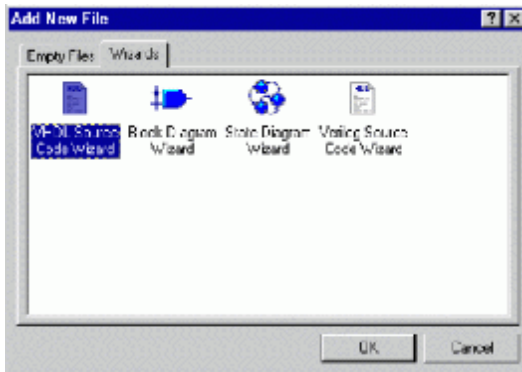

Рисунок 2.4 – Запуск майстра VHDL Source Code Wizard
2.2.1 Перейдемо до розробки файлів VHDL-проекту. Двічі клацніть на піктограмі **Add New File** у вікні **Design Browser**. У вікні **Add New File** оберіть сторінку **Wizards** і в ній оберіть **VHDL Source Code Wizard** (рис. 2.4). Клацніть **OK**.